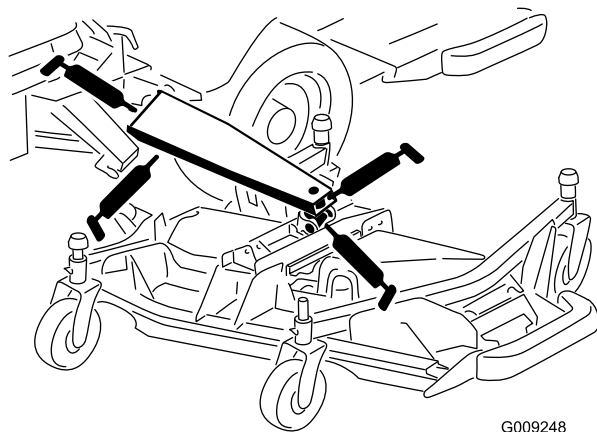

Рисунок 57
- Втулки главных подъемных рычагов (3 шт.) (Рисунок 57)
- Втулки гидроцилиндров подъема (1 шт.) (Рисунок 57)